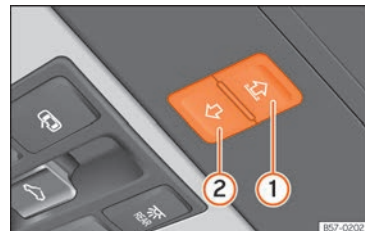

Fig. 87 Dans le ciel de pavillon : touches du store pare-soleil.
Les touches » fig. 87 ① et ② possèdent deux niveaux. Le premier niveau permet d'ouvrir ou fermer entièrement ou partiellement le store pare-soleil.
- *Store pare-soleil* : dans les 5 secondes à partir de l'activation de la fonction anti-pincement, appuyez sur la touche » » fig. 87  jusqu'à ce que le store se ferme complètement.